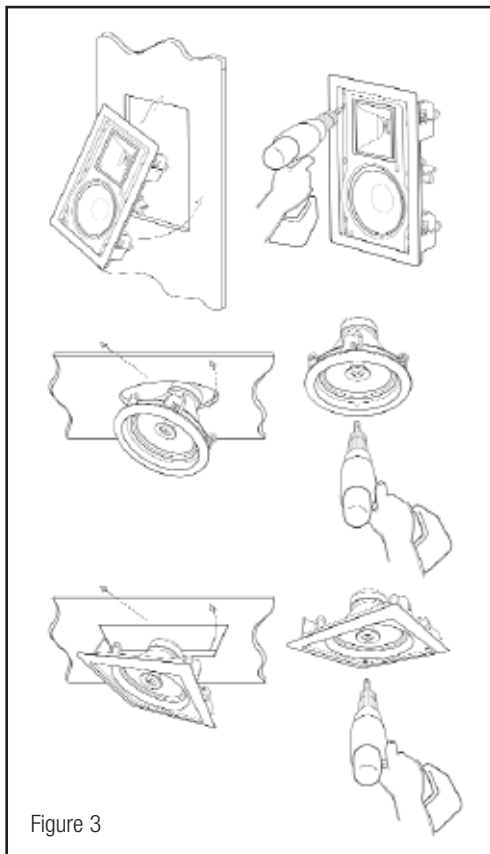

Figure 3
4. スピーカーの前面が開口部に入れ、プラスねじ4つ（図3）を締め取り付けてください。フレームの「式」足は2個、蓋とフレームと共に「リンドロップ」にします。（Klipschの新しい専用ブラケットは、絶縁調整前に先立って使用すればこれを簡単にします。）